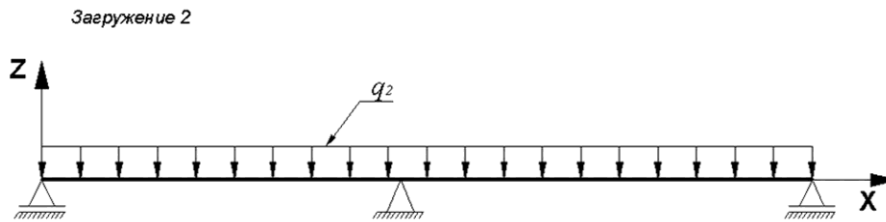

Рис.7.4. Схема загрузки 2 балки
- загрузка 2 – равномерно распределенная $q_2 = 0.3$ тс/м (рис.7.4);